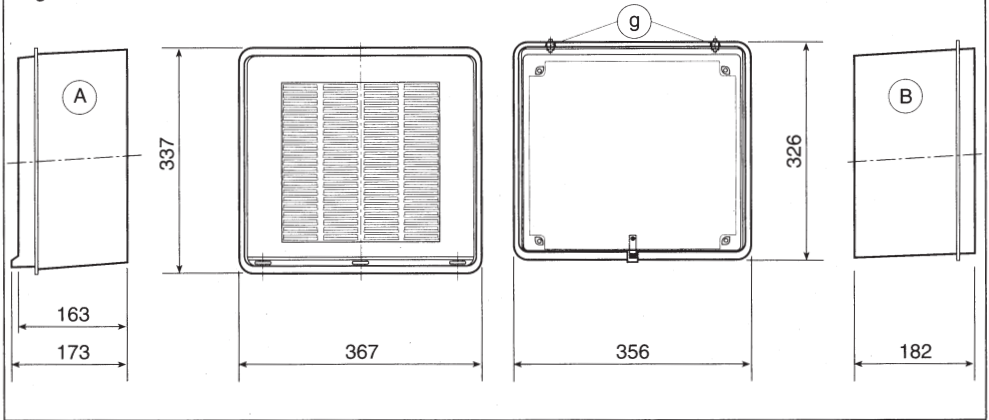

Fig. 2
- Fig.2- Oter la grille intérieure (a) après avoir dévissé complètement la vis de fixation (b)
- Fig.2- Remonter la grille intérieure (a) en plaçant les deux crochets (g) du caisson intérieur B dans les encoches placées en partie supérieure de la grille. Revisser la vis de fixation (b).